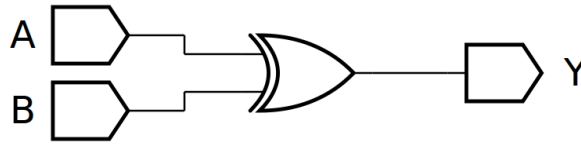
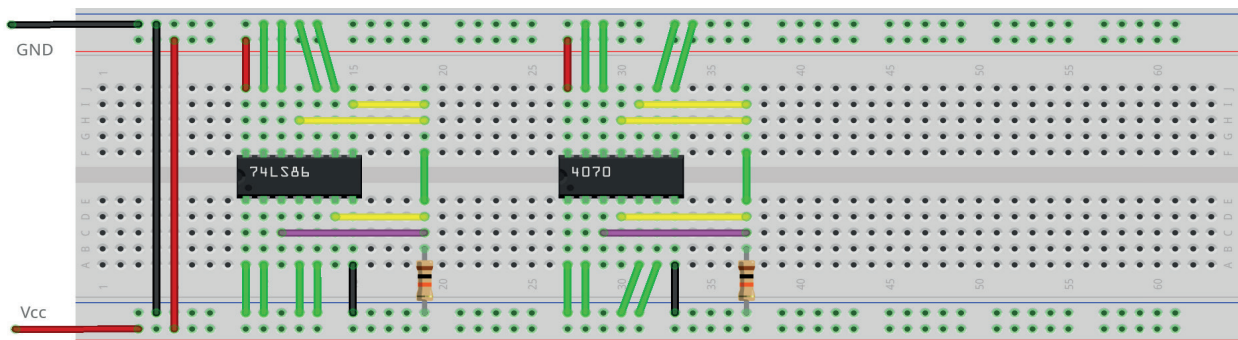

Figura 3.70 – Diagrama esquemático.
Figura 3.71 – Placa de montagem com componentes.
1. Monte o circuito da figura 3.70, conforme mostrado na figura 3.71, na placa de montagem.
- d) Conecte os fios verdes. Os fios verdes estão conectados ao terra e portanto fornecendo valor lógico (0) às entradas de todas as portas do CI.
26. Utilizando o software de simulação SmartSim, simule a porta OU-Ex (XOR) de acordo com a figura 3.70. Compare a simulação com a tabela 3.24.
1. A porta NOU-EX (XNOR) de 2 entradas, figura 3.71, compara dois bits. Se os bits forem iguais, a saída será 1 (H). Se os bits forem diferentes um do outro, a saída será 0 (L), conforme a tabela 3.26.